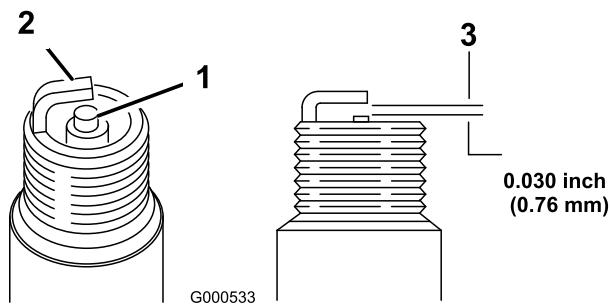

Bild 34
1. Sehen Sie sich die Mitte der Zündkerze an (Bild 34). Wenn der Kerzenstein hellbraun oder grau ist, ist der Motor richtig eingestellt. Eine schwarze Schicht am Kerzenstein weist normalerweise auf einen schmutzigen Luftfilter hin.
2. Prüfen Sie den Abstand zwischen den mittleren und seitlichen Elektroden (Bild 34). Verbiegen Sie die seitliche Elektrode (Bild 34), wenn der Abstand nicht stimmt.